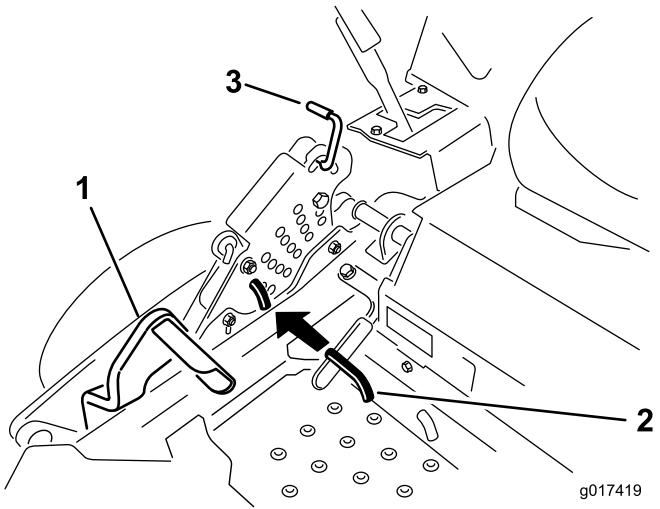

Figura 71
5. Empuje el pedal de elevación de la carcasa hacia delante del todo; la carcasa se enganchará en la posición de transporte de 14 cm (5-1/2 pulgadas) (Figura 71).